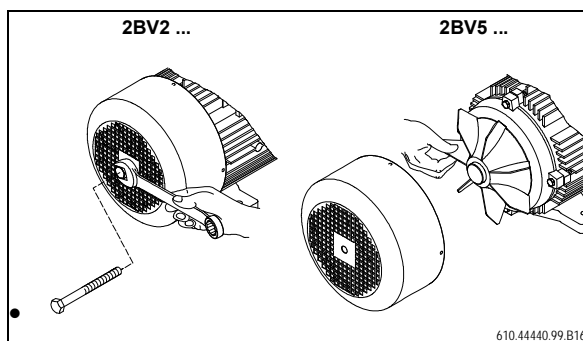

Рис. 15: Вращение вала
- В это время иногда проворачивайте вал в направлении вращения (Рис. 15, стр. 23).
В зависимости от содержания извести в рабочей жидкости (> 15°dH)	<ul style="list-style-type: none"> Проведите умягчение рабочей жидкости. <p>Удаляйте известь из агрегата (с периодичностью в 3 месяца)</p> <ul style="list-style-type: none"> Наденьте средства личной защиты (защитные перчатки и очки). Выключите агрегат. Слейте воду из агрегата (см. главу 8.1, "Слив жидкости", стр. 23). Отсоедините шланги / трубопроводы. Заполните агрегат через соединительные отверстия обезызвествляющей жидкостью. В качестве обезызвествляющей жидкости используйте 10%-ый раствор уксусной кислоты или другое обычное средство для удаления извести. Обезызвествляющая жидкость должна находиться в агрегате минимум 30 минут. В это время иногда проворачивайте вал в направлении вращения (Рис. 15, стр. 23).